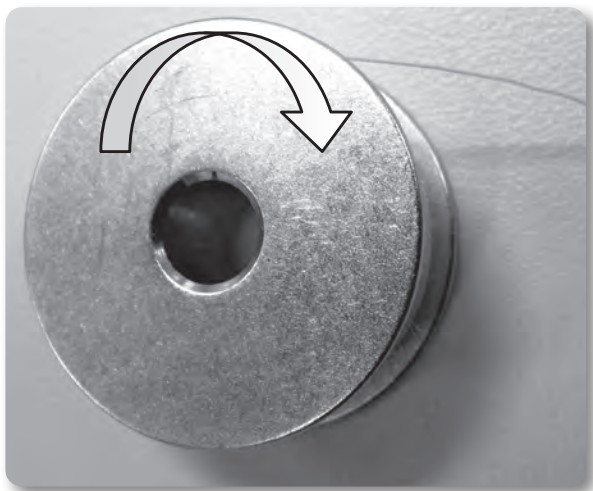

Figure 13
1. Placez la canette dans le boîtier de canette de sorte que le fil sorte dans le sens des aiguilles d'une montre lorsque vous regardez le côté ouvert (figure 13).